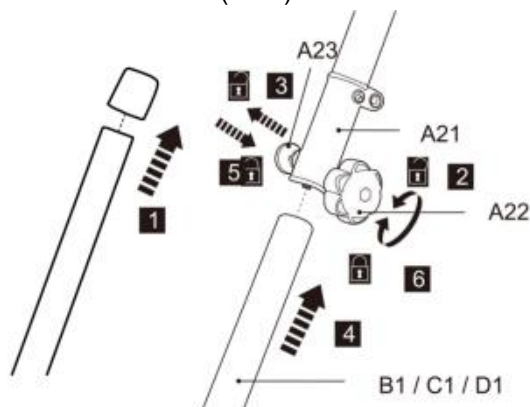

Fig. 3
17. Ta bort det förmonterade skyddslocket från den nedre stolpen (B1/C1/D1) (Fig.3, steg 1) .
18. Lossa låsknappen (A 22) , men ta inte bort e helt (Fig.3 , steg 2).
19. Rikta in och för in den nedre stolpen (B 1/C 1/D 1) i låshylsan (A 21) , samtidigt som du drar i fjädern bult (A 23) (Fig. 3 , steg 3 och 4) .
20. Vrid den nedre stången lätt för att passa in hålet med fjädern bult (A23) . Släpp fjädern bult efteråt för att säkra den nedre stången på plats. Säkerställ fjädern bulten snäpper i hålet (Fig.3 , steg 5) .
6. Dra åt låsvredet (A 22) för att säkra anslutningen (Fig.3, steg 6) .